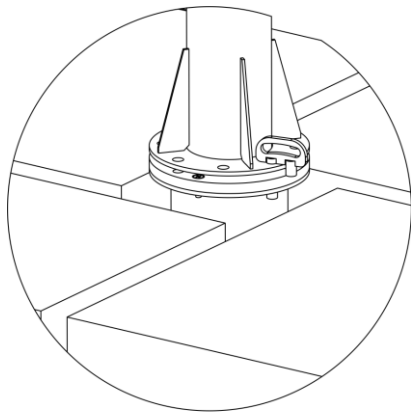

Рисунок 4.
- Для жесткой фиксации системы в нерабочем положении его необходимо вставить в отверстия длинной стороной сквозь оба фланца (стойки и основания) (рис. 4).